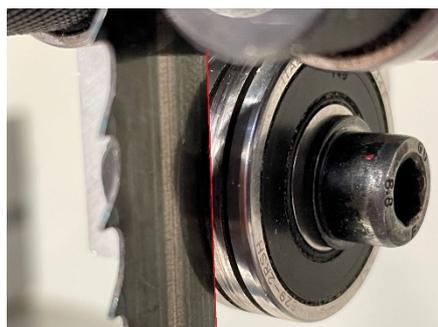
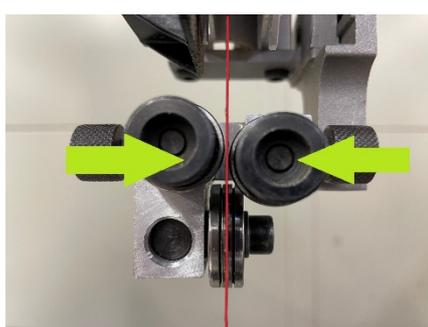

Figure 35
Figure 36
- Centrer le roulement de sorte que la lame soit en appui contre l'espace entre les deux rainures de chantournage, (Fig 35,36) puis régler les roulements latéraux à 0.5 mm de chaque côté de la lame. (Fig 36)